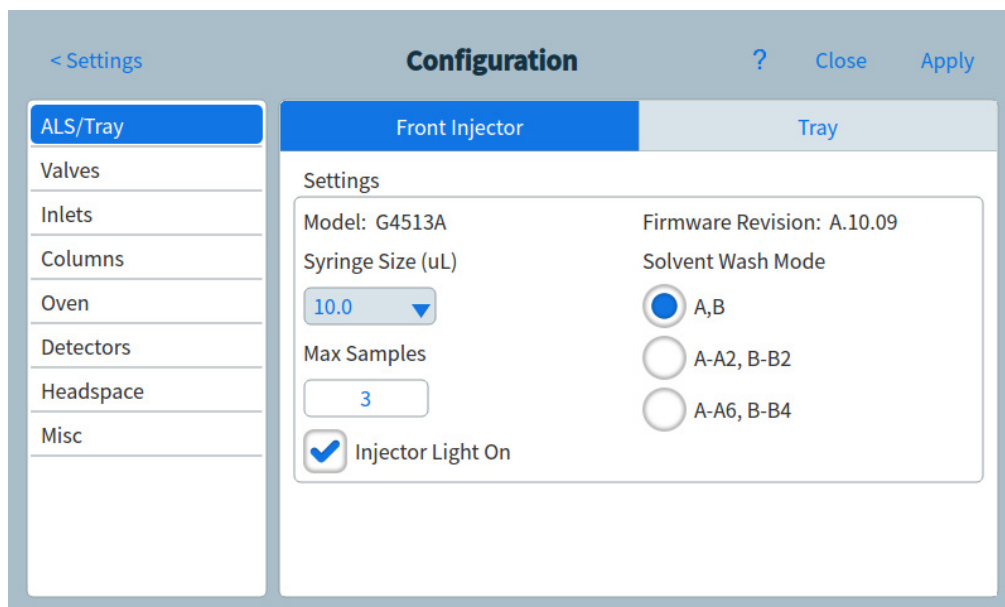

Figura 53 Pagina di configurazione
- 2 Premere **Configuration**. Si apre la pagina configurazione. Vedere Figura 53 a pagina 132.